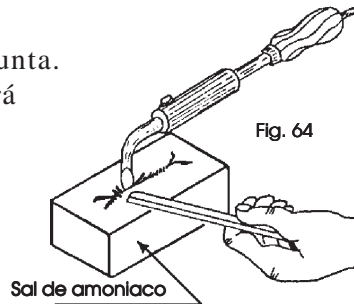

Fig. 64
- Estañe la punta. El estaño fluirá cuando la punta tenga el grado de calor requerido. (Fig. 64)